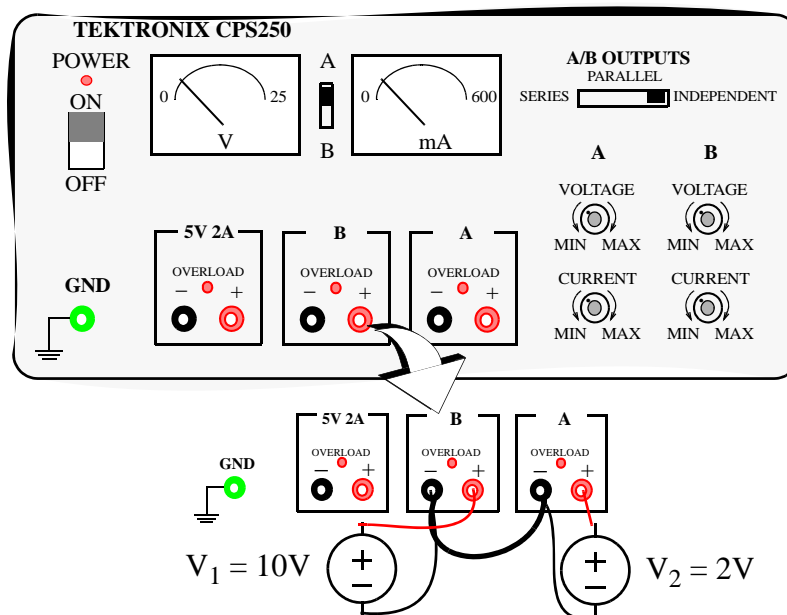

Fig. 3
- Como fuentes de tensión DC (V_1 y V_2 en el circuito) se emplearán las salidas de la fuente de alimentación del laboratorio, como muestra la Fig. 3. Antes de conectar las fuentes al circuito, ajusta su valor y mídelo con el multímetro. Anota su valor en la Tabla 5:.